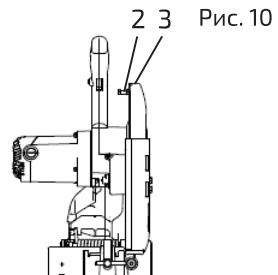

Рис. 10
2. Открутить гайку (1) гаечным ключом 10 мм и удалить болт (2) (рис. 10).
12. Установить болт (2) и затянуть гайку (1) (см. рис. 10).